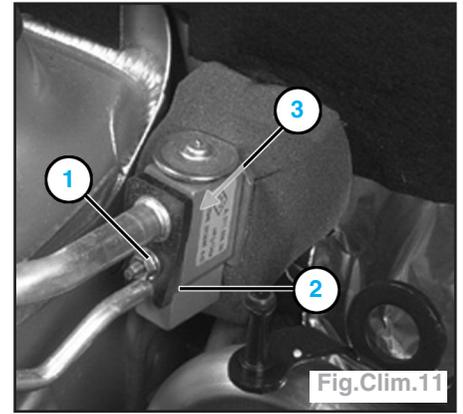

Fig.Clim.11
- l'écrou (1) de fixation du raccord de canalisation (Fig.Clim.11),
- les deux vis de maintien (2) du détendeur sur l'évaporateur,
- le détendeur (3).